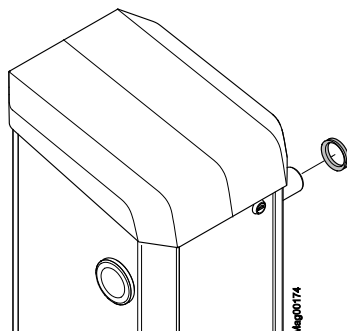

Рис. 33: Удаление V-образного кольца
16. Надеть V-образное кольцо на фланцевый вал. Уплотнительная закраина указывает на стойку шлагбаума. → См. также на странице 86, Рис. 33.